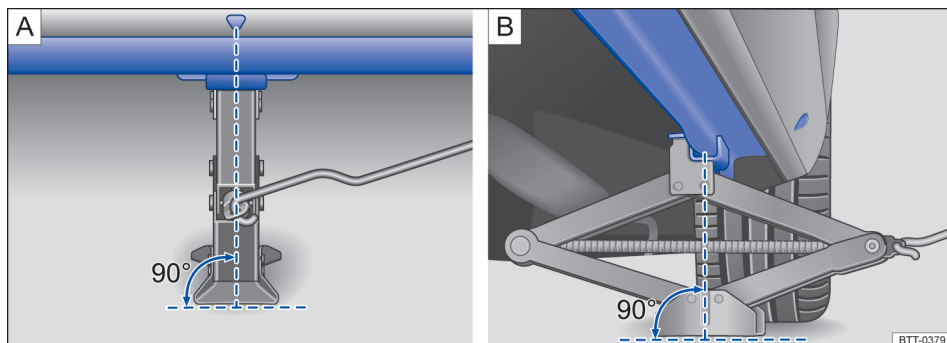

Fig. 262 Colocar o macaco sanfona no lado esquerdo traseiro do veículo.
O macaco somente pode ser posicionado nos reforços no assoalho, que se encontram atrás das marcações na carroceria → Fig. 262. Deve ser considerado o ponto de apoio localizado junto à roda correspondente → ⚠️.
7. Procurar sob o veículo o ponto de apoio do macaco → Fig. 262 mais próximo da roda a ser trocada.
9. Garantir que a base do macaco, com toda sua superfície, esteja sobre o chão e que a base se encontre perpendicularmente abaixo do ponto de colocação → Fig. 262.
10. Alinhar o macaco e, simultaneamente, levantar a garra do macaco até ela se encaixar na travessa debaixo do veículo → Fig. 262.
- Posicionar o macaco somente nos pontos indicados. A garra do macaco deve se encaixar no perfil da longarina de forma segura → Fig. 262.